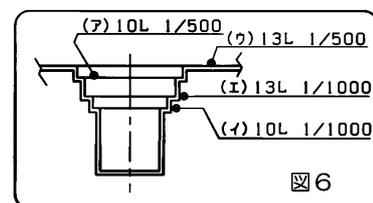

図6
- ④ 薬液を混合する場合に、コシアミの計量カップをご使用ください。 (図 6)